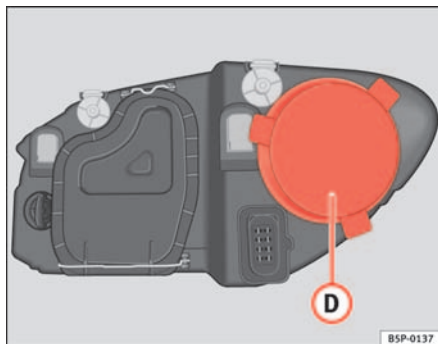

Abb. 168 Standlicht
- Den Deckel ⇒ Abb. 168 (D) abziehen.